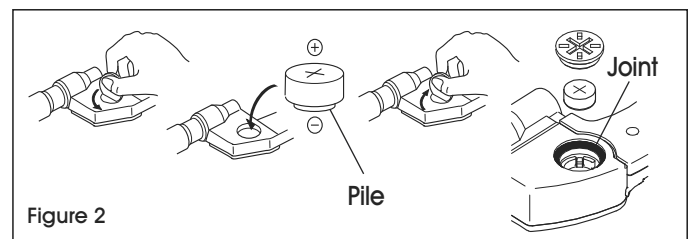

Figure 2
- Installez la pile fournie. (Voir Figure 2)